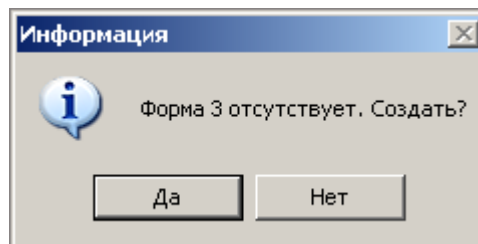

Рис. 1. Диалоговое окно
- в структурной части выделите объект, затем в содержательной нажмите на кнопку . Если для данного объекта справка КС-3 не создавалась, появится диалоговое окно **Форма 3 отсутствует. Создать?** Нажмите **Да** (см. рис. 1).